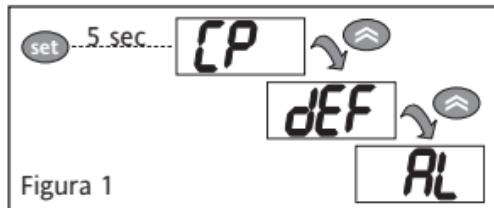

Figura 1
Per modificare il valore dei parametri premere il tasto **set**. Il display visualizzerà la prima cartella del menu (es: cartella “CP”). Agendo sui tasti **②** e **③** si possono scorrere tutte le cartelle del menu di Programmazione (Figura 1):